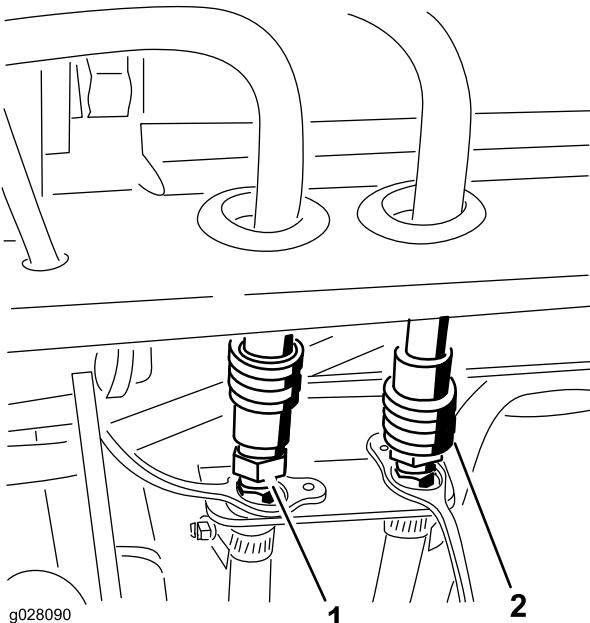

Figura 124
54. Collegate i flessibili della pressione della cabina e di ritorno agli accoppiatori rapidi sul supporto del telaio posteriore (Figura 124).